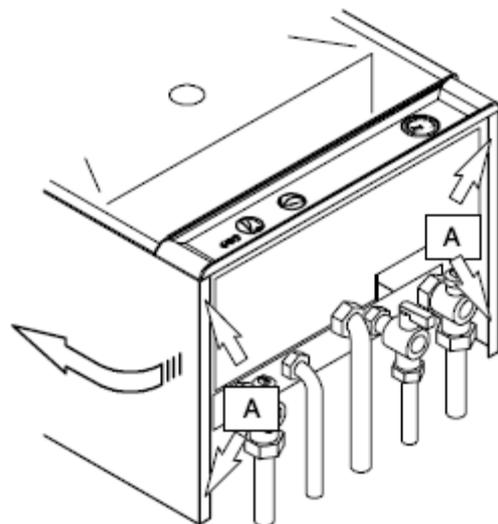

Fig. 9.2. Vista pelo lado inferior
2. Desapertar os parafusos "A" na fig. 9.2. e retirar os painéis laterais, empurrando-os para cima, de modo a que soltem dos ganchos superiores.